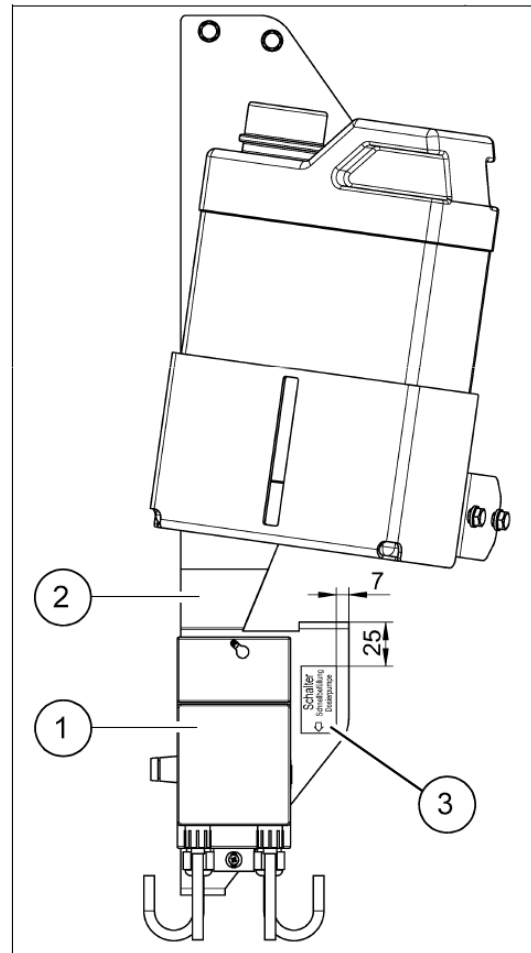

Fig. 3
1. Disposer la pompe de dosage (Fig. 3/1) sur le support (Fig. 3/2)
2. Nettoyer la surface et coller l'étiquette de remplissage rapide (Fig. 3/3)